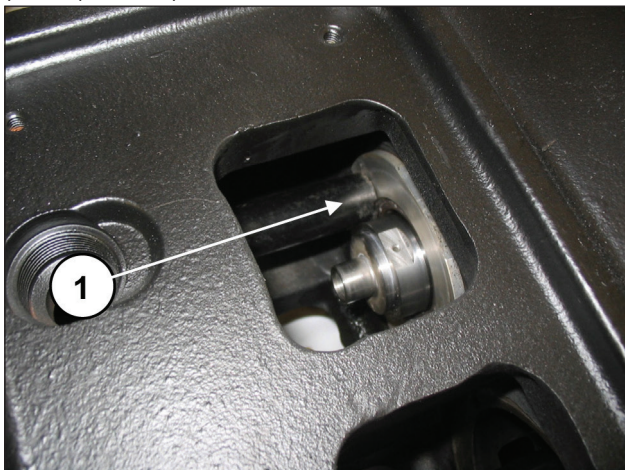
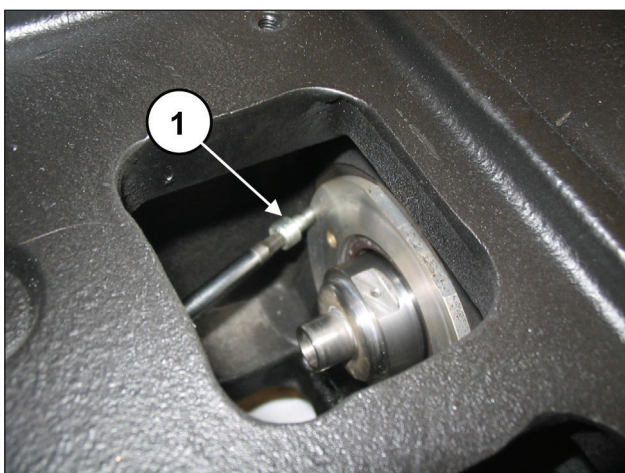

Рис. 177
Рис. 178
Убедитесь, что крышка полностью вошла в гнездо (поз. ①, Рис. 177), следя за тем, чтобы не повредить кромку сальника. Прикрутите крышку сальника 2 винтами М6х14 (поз. ①, Рис. 178).